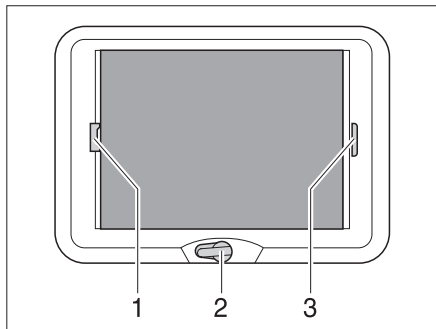

Fig. 37 Oblò a manovella
- ▶ Ruotare la manovella (Fig. 37,2) fino a quando non si incontra resistenza (angolo di apertura max. 70°).
- ▶ Tirare la tendina oscurante pieghevole per la maniglia (Fig. 37,3) e rilasciarla alla posizione desiderata. La tendina oscurante pieghevole rimane in questa posizione.
- ▶ Tirare la protezione contro gli insetti per la maniglia (Fig. 37,1) verso la maniglia contrapposta della tendina oscurante pieghevole (Fig. 37,3) e farla innestare.
- ▶ Tirare la maniglia della protezione contro gli insetti (Fig. 37,1) dietro, verso l'alto, e sganciare la protezione contro gli insetti dalla tendina oscurante pieghevole (Fig. 37,3).